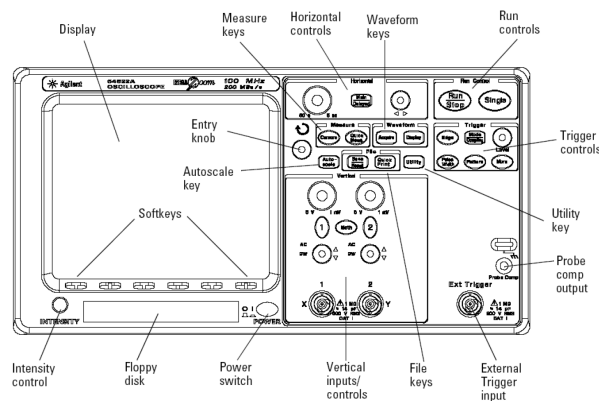

Figura 3.1: Frontal del osciloscopio 54622A de Agilent.
- Por otro lado, este osciloscopio que usaremos posee dos canales de entrada X e Y, o 1 y 2 en la figura 3.1) con sus respectivas sondas; es decir, podemos visualizar y medir dos señales a la vez, así como visualizar algunas operaciones aritméticas sencillas entre ellas (por ejemplo, la suma y resta de ambos canales).
Vista esta introducción, iniciemos el manejo del osciloscopio 54622A de Agilent, cuyo panel frontal se muestra en la figura 3.1. A continuación se describen los controles fundamentales y los procedimientos de operación para las operaciones más comunes a lo largo del desarrollo de las prácticas. En cualquier caso, siempre habremos de tener en cuenta las siguientes consideraciones iniciales:
menús de configuración directamente en la pantalla; dichos menús se activan con los controles del panel frontal (figura 3.1) y se navega a través de ellos con las teclas (Softkeys) situadas bajo la misma. Además, el instrumento es capaz de ajustar los parámetros principales de la medida automáticamente con la tecla Autoscale (figura 3.1). Por tanto, para iniciar una medida, habremos de asegurarnos de que la tecla Run/Stop está en verde y presionar Autoscale para que el instrumento ajuste los parámetros principales.